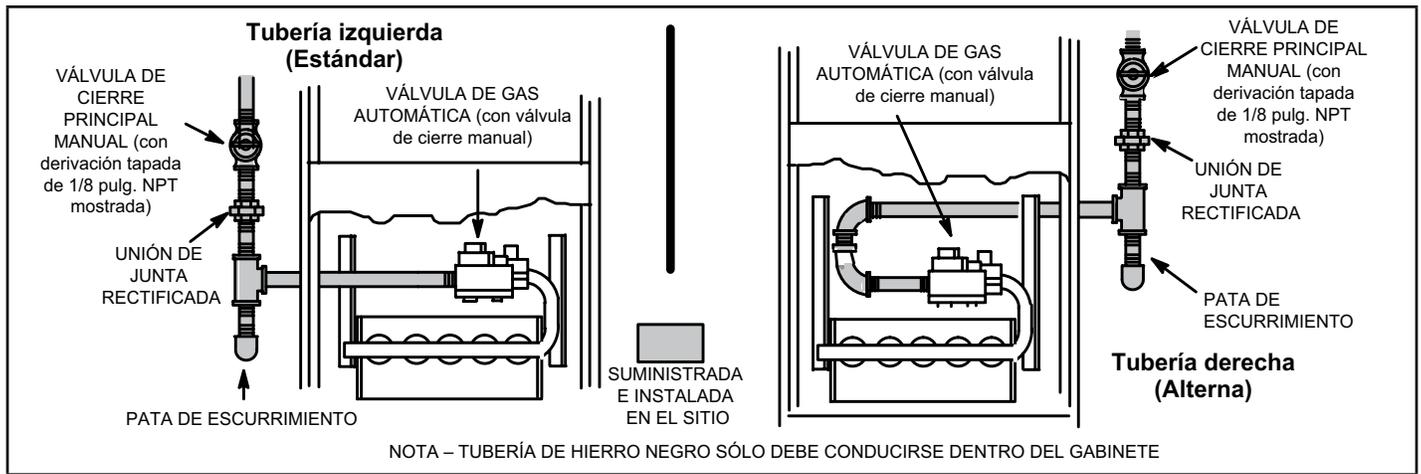

Figura 51
- 1 - La tubería de gas se puede conducir a la unidad desde el lado izquierdo o lado derecho. La tubería de suministro entra a la válvula de gas desde el costado de la válvula como se muestra en la Figura 51. Conecte la tubería de suministro de gas a la válvula de gas. La torsión máxima es de 800 pulg-lbs y la torsión mínima es de 350 pulg-lbs cuando se conecte la tubería de gas a la válvula de gas.
- 3 - La tubería de gas no debe tenderse a través de los conductos de aire, canaletas de ropa, chimeneas o ventilación de gas, montaplatos o el hueco del ascensor. Centre la línea de gas en el centro del agujero para tuberías. La línea de gas no debería tocar el costado de la unidad. Ver la Figura 51.